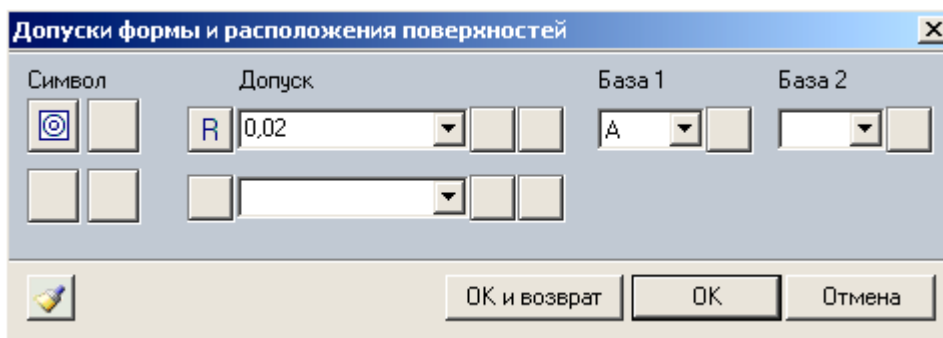

Рисунок 8.25
3. Определить параметры обозначения допусков формы и расположения поверхности в диалоговом окне (см. Рисунок 8.25).
Параметры диалогового окна «Допуски формы и расположения поверхностей» распределены по различным секциям (см. Рисунок 8.25).